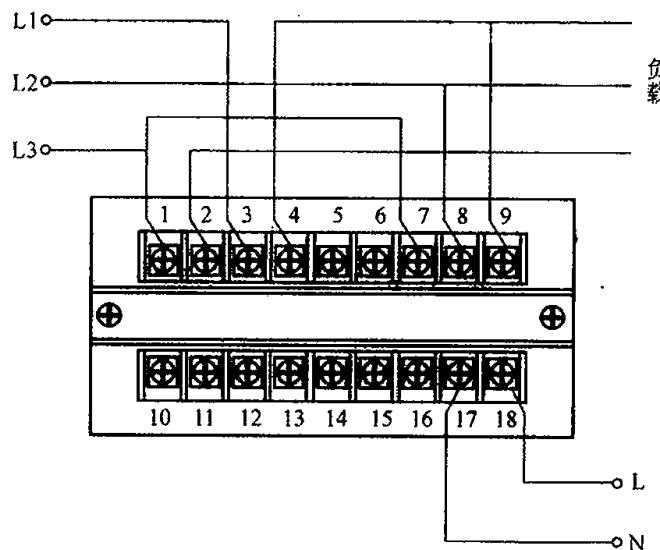

图 72 SHD1036 II 数字三相功率表接线图
72. SHD1036 II 数字三相功率表接线图（见图 72）